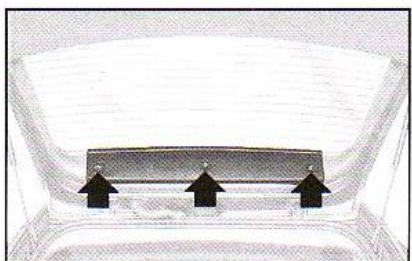

fig. 34
**LUZES DO BRAKE LIGHT - MAREA WEEKEND figs. 34 e 35**
1) Com a tampa aberta, desaparafusar os três parafusos de fixação e remover o painel **fig. 34**.